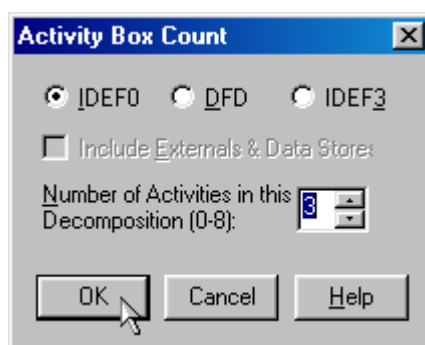

Рисунок 2.1 – Диалоговое окно **Activity Box Count**
- 1 Выберите кнопку ▼ перехода на нижний уровень в палитре инструментов и в диалоговом окне **Activity Box Count** (рисунок 2.1) установите число работ на диаграмме нижнего уровня - 3 - и нажмите кнопку **OK**.